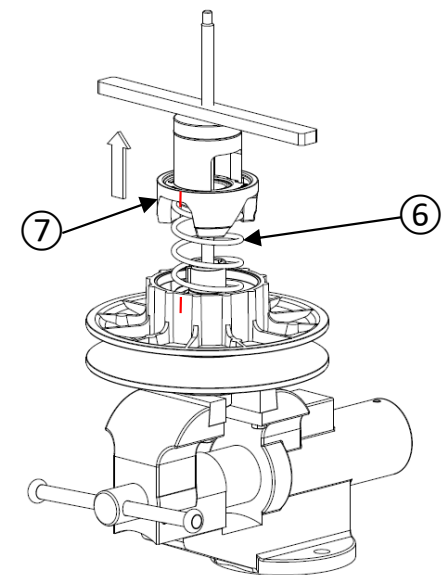

Figure 21
- Dévissez lentement la barre sur la tige filetée pour relâcher la tension du ressort ⑥ (figure 21).
Ne jamais retirer la barre de l'outil de démontage tant que la came ⑨ n'est pas en état libre (Figure 21).